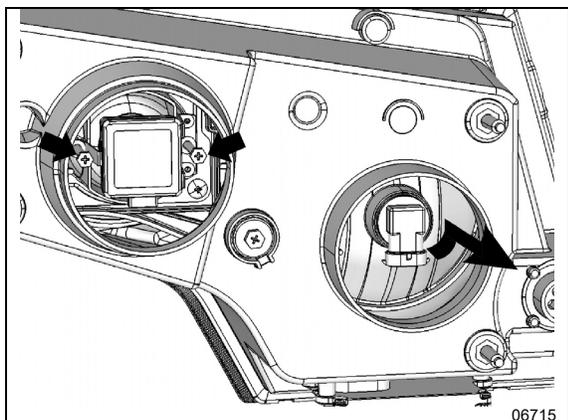

FIGURA 84: VISTA TRASERA DEL ENSAMBLE DE FAROS
5. HALÓGENO: gire la base del foco en sentido contrario a las manecillas del reloj. XENÓN: Desatornille los tornillos de cabeza Phillips indicados por las flechas, extraiga el retén y el foco (FIGURA 84).